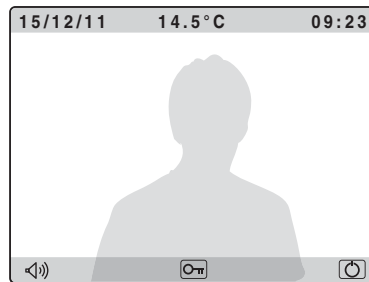

Fig.1
- Aprire la porta senza parlare al visitatore premendo il pulsante  Fig1.b;
- To open the door without speech to the visitor press the button  Fig1.b;